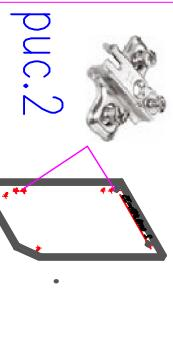

Рис.2
- На посадочные места дет.1,2 установить монтажные планки Ф.№5(рис.2)
- В посадочные места дет.1,2,5,6 установить полкодержатели Ф №16(рис.2).